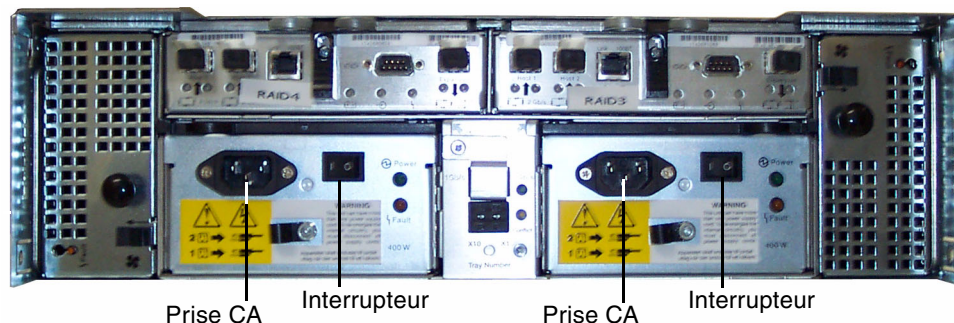

FIGURE 2-22 Panneau arrière des boîtiers de contrôle
2. Vérifiez que les interrupteurs sont en position d'arrêt, puis connectez les câbles d'alimentation CA à l'arrière de chaque boîtier de contrôle (reportez-vous à la FIGURE 2-22).